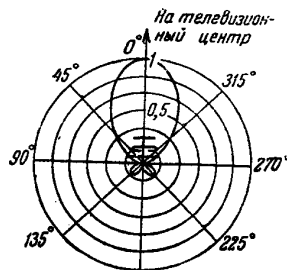

рис. 3
Вдоль нижнего профиля линии проложен 75-омный радиочастотный коаксиальный кабель снижения (11), закрепленный скобами, который на конце профиля подключают к нижнему (оплетка) и верхнему (центральная жила) профилям линии. Узел соединения покрыт специальным лаком. Подключение кабеля снижения к профилям показано на выноске А (рис.2), направление максимума главного лепестка диаграммы направленности (рис.3) показано стрелкой на рис.2. Конструкция узла крепления антенны состоит из держателя (12) с двумя отверстиями, который совмещается со скобой (2) и винтами (3) с гайками. Этими винтами и крепят узел на мачте. Рекомендуемый диаметр мачты от 20 до 50 мм.